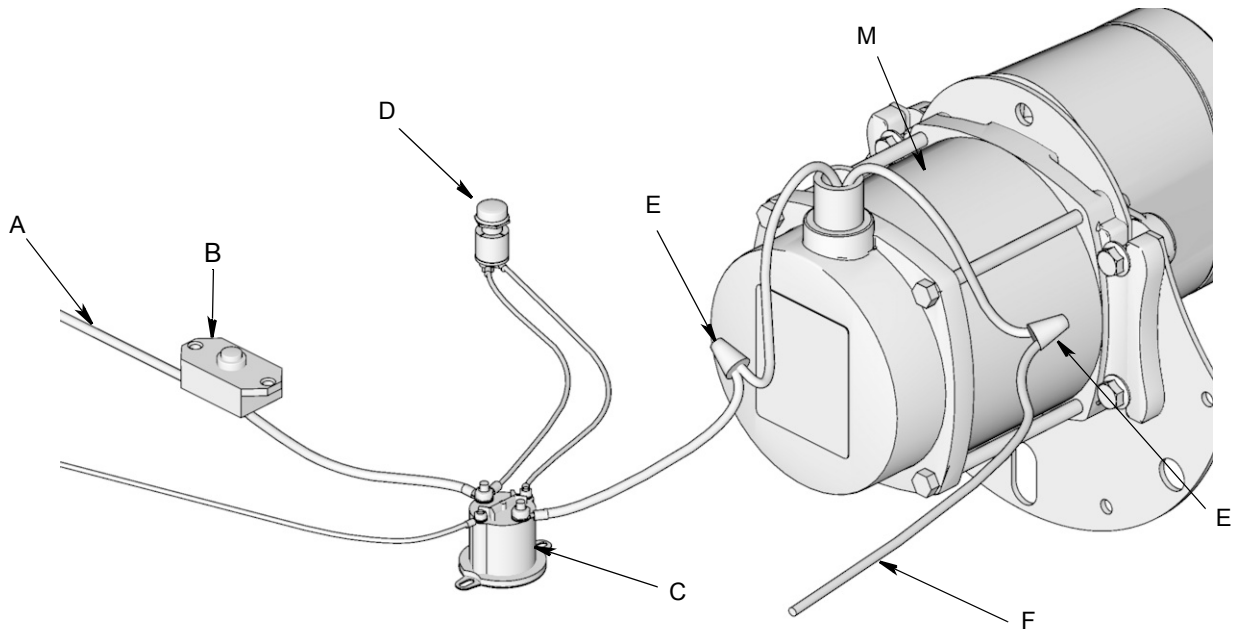
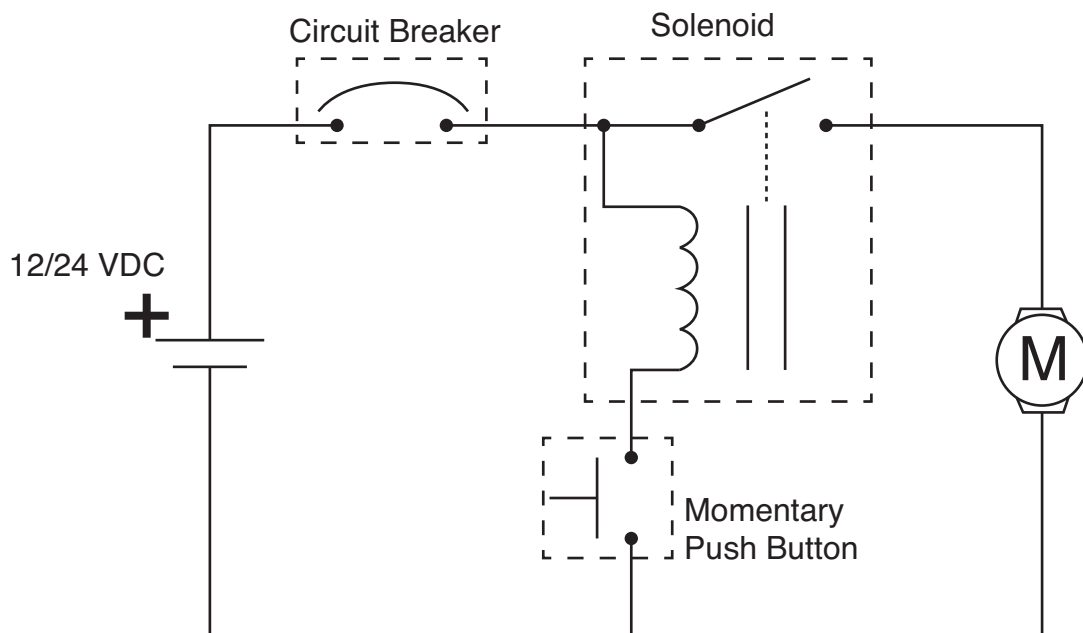

FIG. 8
FIG. 9
- Respectez le plan de câblage indiqué à la FIG. 8 et le Schéma du câblage indiqué à la FIG. 9.